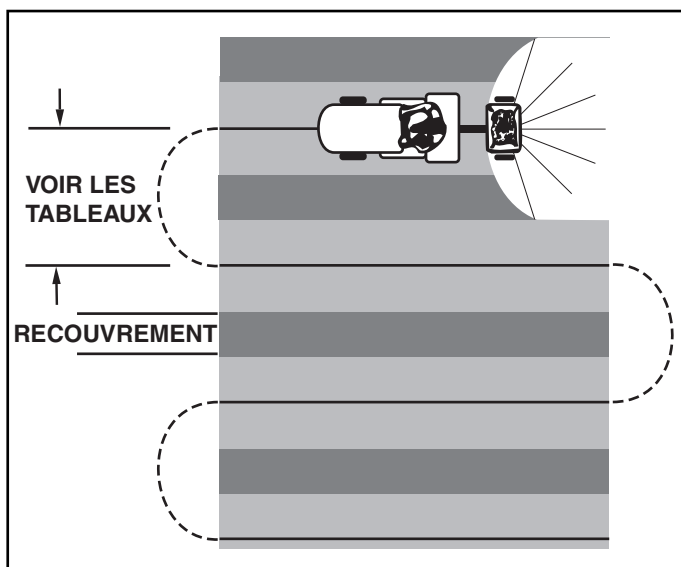

FIGURE 16
8. Pour assurer un épandage uniforme, effectuez chaque passe de sorte que sa couverture recouvre légèrement celle de la passe précédente, comme indiqué par la Figure 16. Les largeurs approximatives de couverture pour différents produits sont indiquées dans le tableau d'application ci-contre.